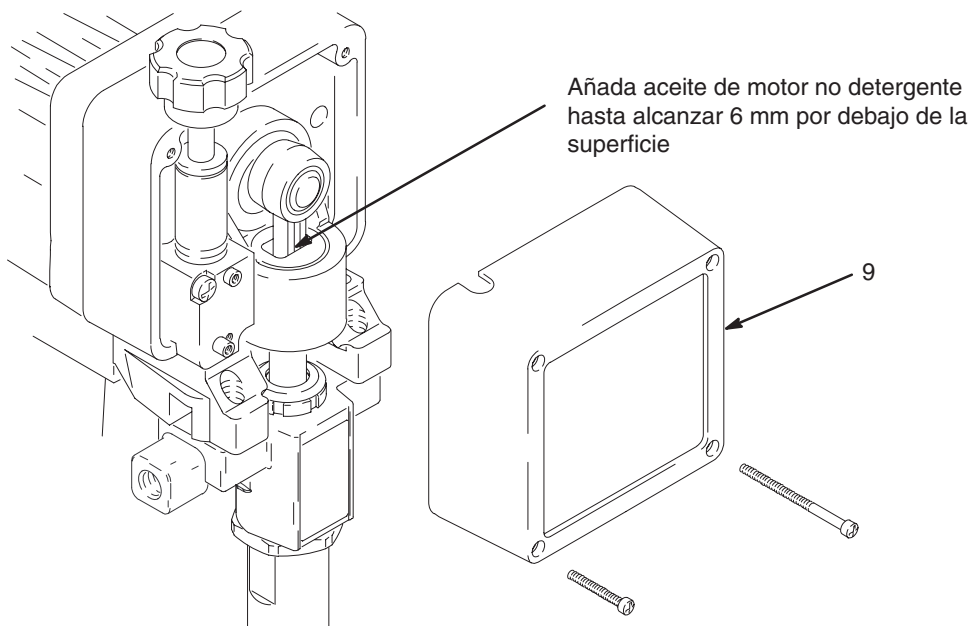

Fig. 7
MENSUALMENTE: saque la tapa frontal (9) y llene la cavidad de la biela con aceite de motor no detergente hasta 6 mm por debajo de la superficie. Vea la Fig. 7.